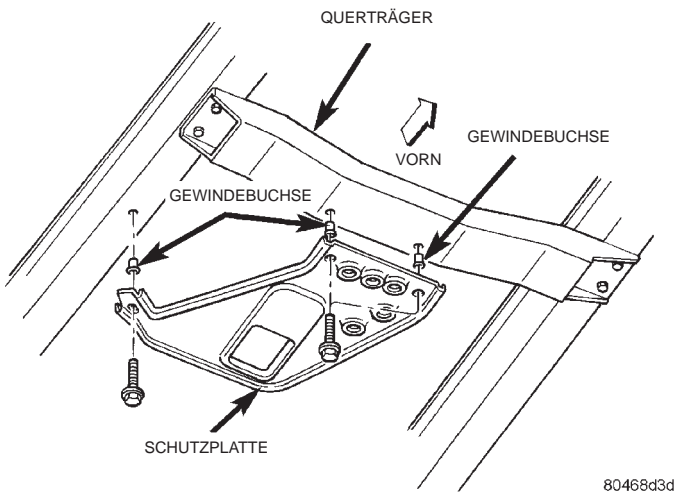

Abb. 3 Schutzplatte/Verteilergetriebe
- (1) Die Schutzplatte abstützen.
- (2) Die Befestigungsschrauben lösen, mit denen die Schutzplatte am Getriebequerträger und am Längsträger befestigt ist (Abb. 3).
- (3) Die Schutzplatte abnehmen und die Abstützung entfernen.